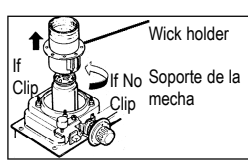

Figure 2/Figura 2
5. (With shaft clip) Look down into the heater and take note if there is a clip holding the shaft in place. If so, remove clip by pulling upwards. Then grasp the knob and pull towards you to release the shaft from the wick holder. Remove the wick and wick holder by lifting upwards and away from the heater. (Fig.2)
(No shaft clip) If no clip, turn the wick up to it's highest point. Grasp the wick and twist it counter clockwise to release it. (Fig. 2)
5. (Con gancho de eje) Mire en la parte de debajo de la estufa y vea si hay un gancho que mantiene el eje en su sitio. Si lo hay, retire este gancho tirando hacia arriba. Después agarre el tirador y tire hacia usted para liberar el eje del aguantador de mecha. Retire la mecha y el aguantador de mecha tirando hacia arriba y hacia afuera de la estufa. (Fig.2)
(Sin gancho de eje) Si no hay un gancho, de vueltas hacia arriba hasta que la mecha llegue a su punto más alto. Agarre la mecha y gírela en sentido contrario a las agujas del reloj para liberarla. (Fig. 2)